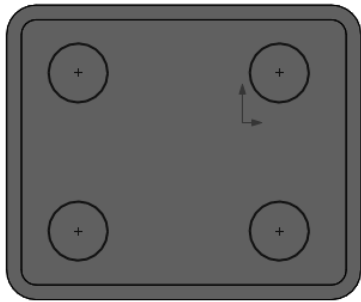

图 5-104 在零件实体模型内底面上绘制草图
- [2] 在零件实体模型内底面上绘制草图, 如图 5-104 所示。